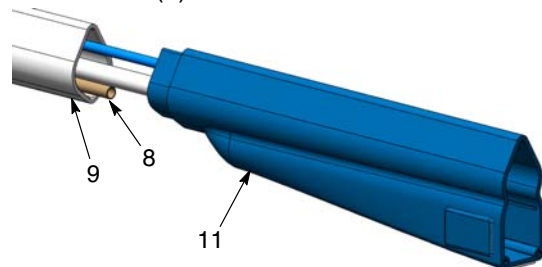
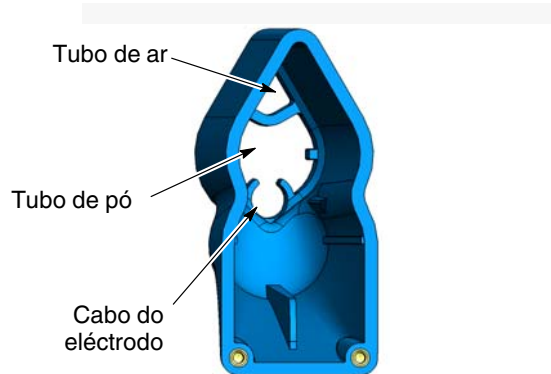

Figura 41 Puxar o alojamento para fora do tubo do corpo
Figura 42 Encaminhar ar, pó e o cabo do eléctrodo através do alojamento
4. Consulte a figura 41. Puxe o alojamento (11) para fora do tubo do corpo (9) para expor a guia do cabo (8).
- Consulte a figura 42. Disponha o novo cabo do eléctrodo através do alojamento, como ilustrado, enquanto guia o multiplicador para dentro do alojamento, até o poço de calor se encontrar a aproximadamente 1 polegada da extremidade do alojamento.
- Consulte a figura 41. Insira a extremidade do cabo na guia do cabo (8) e empurre-o através dela enquanto encaminha o tubo de pó e o tubo de ar através do alojamento, como ilustrado na figura 42.